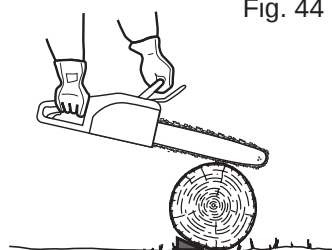

Fig. 45
- > Si le diamètre du rondin est suffisant pour insérer une cale sans toucher la chaîne, utilisez une cale pour maintenir le rondin en position et ainsi éviter les pincements (Fig. 45).